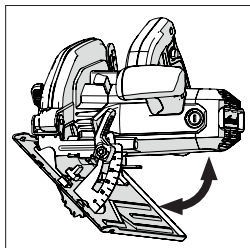

Abb. 14
- Kippen Sie das Sägeblatt in den gewünschten Winkel, wie auf der Winkelskala des Quadranten angegeben. **(Abb. 14)**